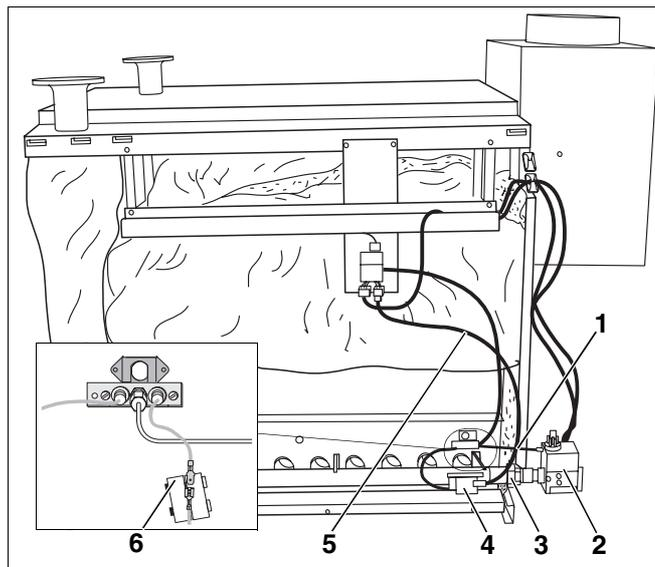

Fig. 16 Preparazione della caldaia per la pulizia con spazzole
- Scollegare il cavo di collegamento (fig. 16, **pos. 5**) dall'elettrodo di accensione (fig. 16, **pos. 4**).
- Rimuovere l'isolamento di protezione (fig. 16, **pos. 6**) dal cavo di controllo e staccare la connessione a spina.
- Rimuovere il tubo del gas di accensione (fig. 16, **pos. 1**) dallo schermo del bruciatore e dall'apparecchiatura del gas (fig. 16, **pos. 2**).